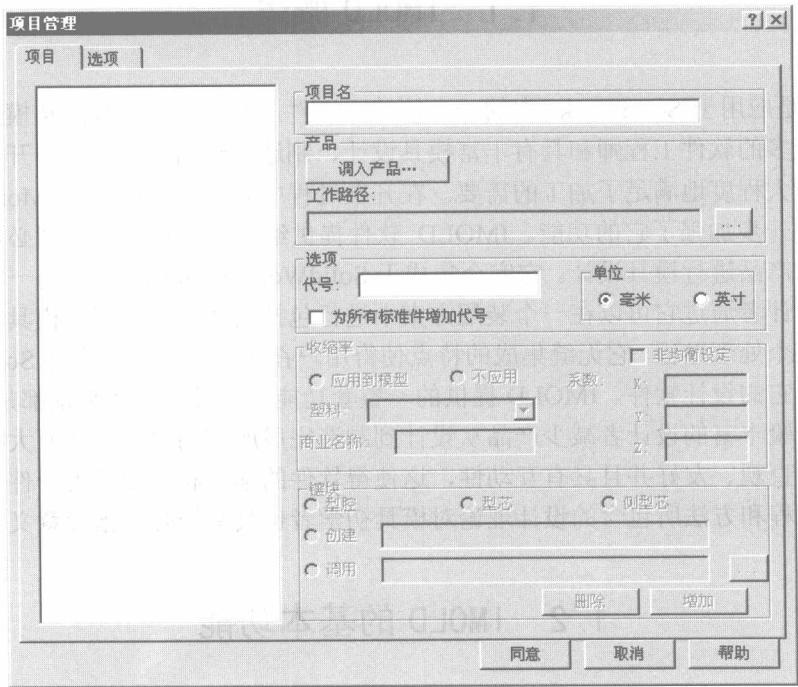

图 1-2 “项目管理”对话框
(2) 项目管理：在 IMOLD 工具栏中单击（项目管理）按钮，弹出下拉菜单。单击“新项目”命令，弹出“项目管理”对话框，如图 1-2 所示。